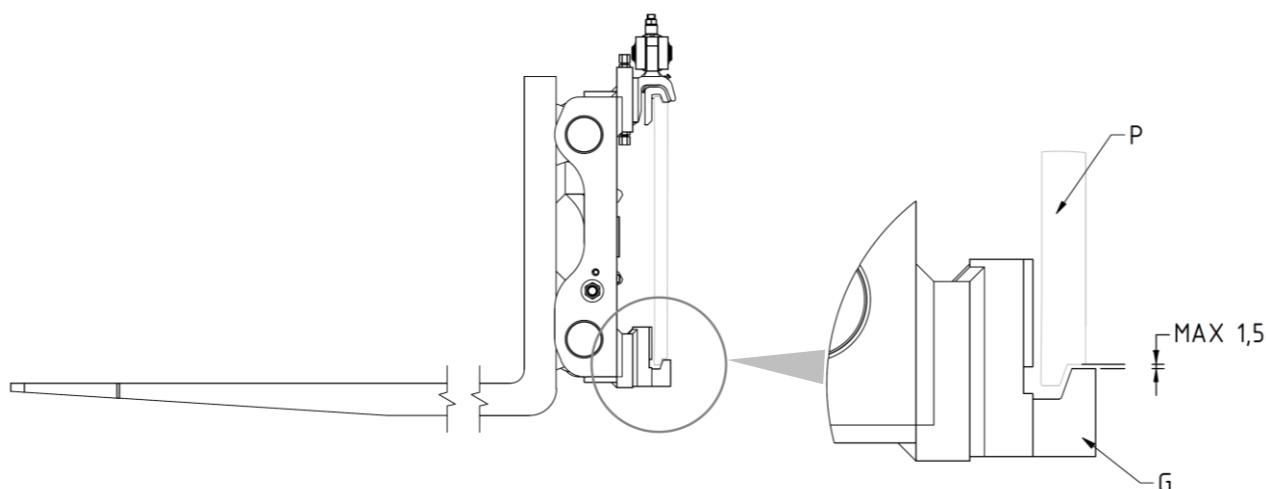

Figura 10
10. Atornillar los dos ganchos inferiores **G** para que su cuerpo quede enganchado debajo a la placa porta horquillas **P** (con un juego máximo de 1,5 mm, mira *Figura 10*), apretando con el par de apriete indicado en la *Tabla 4*.
3. Verificar la holgura entre la parte inferior de la plancha porta horquillas y los ganchos inferiores del equipo, verificando que sea como se indica en *Figura 4* (pag. 11) y *Figura 10* (pag. 16) y, si es necesario, intervenir en el apriete de los tornillos que los sostienen.